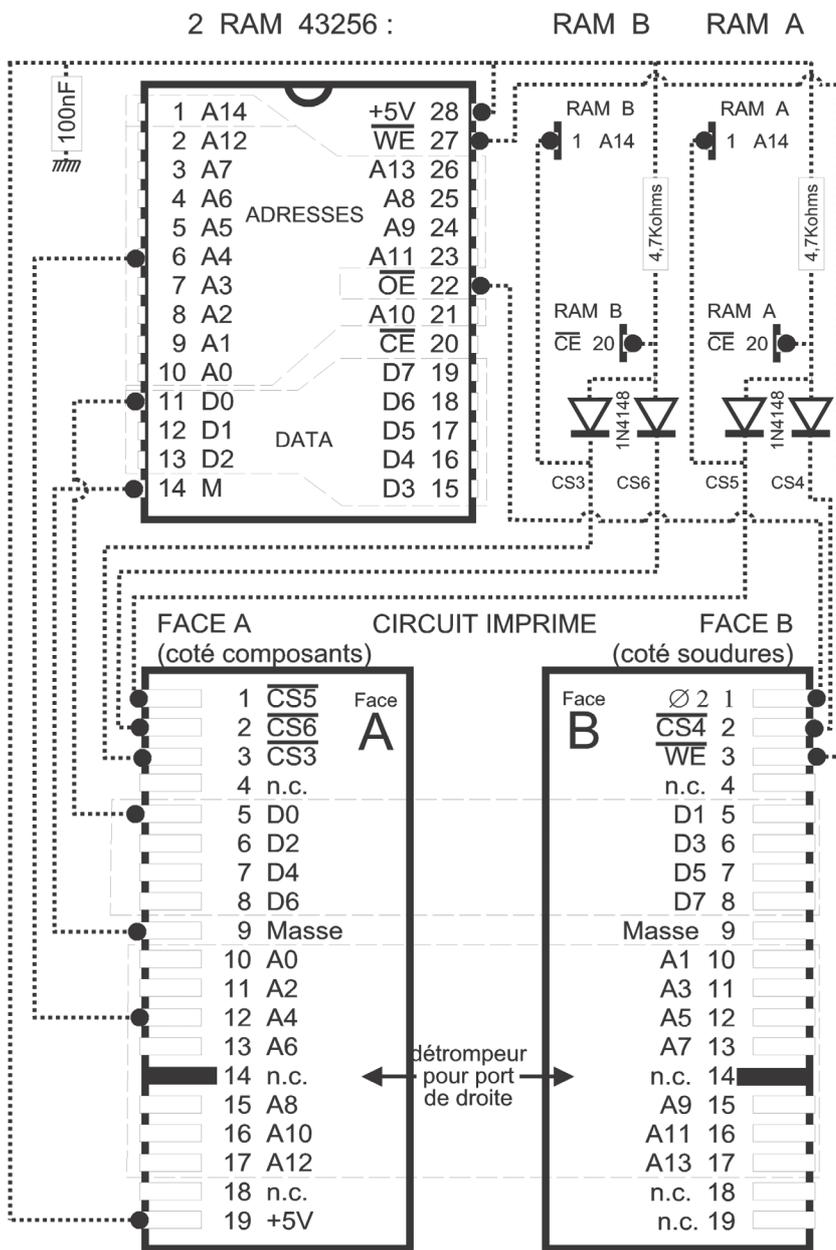

FIGURE 7
L'interconnexion de la puce et du connecteur est réalisée par le même circuit imprimé, qui n'a subi que de légères modifications dont le principe est donné à la figure 7. La réalisation pratique est faite avec des fils "volants" et une piste coupée ! Le condensateur de 100nF était absent sur la cartouche de RAM que nous avons autopsiée et c'est un tort. Par contre un fil fin relié à la masse a été ajouté, qui court le long du "ventre" de la RAM B et qui sert de blindage protégeant contre les champs électromagnétiques générés par la carte mère. C'est un peu rustique et il serait possible de faire mieux, par exemple avec une feuille métallique.
c) Vous voulez ré-utiliser une cartouche grillée de type EPROM. Vous aurez à la transformer en cartouche RAM. Cette opération n'est pas difficile, mais il faut avoir un peu de pratique de l'électronique. Il vous faudra remplacer l'EPROM (ou les EPROM) par deux RAM 43256 ou 62256 (pour la procédure d'"extraction" des puces voir notre article précédent). Puisque l'étendue des travaux à effectuer dépend du type de cartouche dont vous partez (cartouche à 1, 2, 3 ou 4 banques), nous nous contenterons de lister les connexions dont il faut vérifier l'existence et qu'il faut éventuellement effectuer si elles ne sont pas présentes (suivez sur la figure 7, sinon vous ne comprendrez rien) :
1) Liaison de la broche B2 (CS4) du connecteur de la cartouche à la broche 20 (CE) de la RAM A par l'intermédiaire d'une diode 1N4148 (située à l'emplacement marqué "D2" sur le circuit imprimé).
2) Liaison de la broche A1 (CS5) du connecteur de la cartouche à la broche 20 (CE) de la RAM A par l'intermédiaire d'une diode 1N4148 (située à l'emplacement marqué "D1" sur le circuit imprimé). En outre, la broche A1 (CS5) sera également reliée directement à la broche 1 (A14) de la RAM A (faire tout simplement un petit pont de soudure entre la piste concernée et la broche 1).